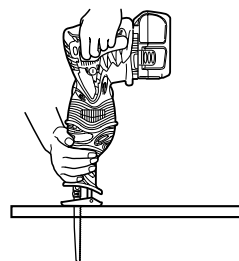
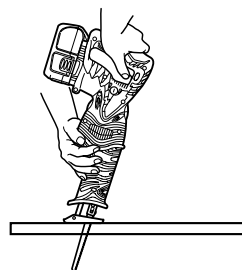

Fig. 29
Fig. 30
- (3) Tenir le corps de l'outil fermement jusqu'à ce que la lame aient complètement coupé le matériau. (Fig. 29, Fig. 30)